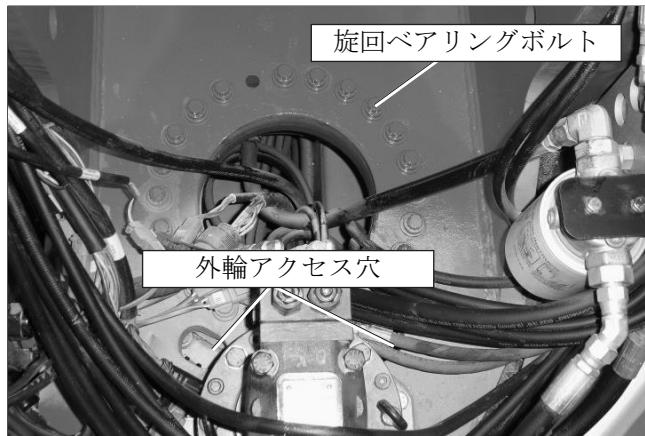

図 7.12 - 旋回ベアリングボルト
3. ライザーブームを上昇させ、ターンテーブルの内輪旋回ベアリングボルトにアクセスします（図 7.12 を参照）。外輪ボルトはターンテーブルの開口部から見えます。ターンテーブルを旋回させ外輪ボルトをすべて点検します。